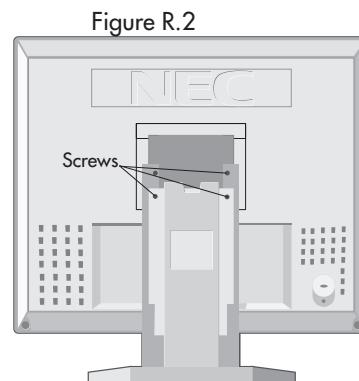

Figure R.2
NOTIZ: Für leichte Entfernung des Kabels decken Sie oder Signal-Kabel, setzen Sie den Monitor-fac hinunter (**Figure R.2**).
3. Stelle-Monitor-Gesicht entlang auf ein nicht-scharfe Oberfläche (Stelle der Bildschirm auf einem 32 mm Plattform damit Loch von Einstellung-Wettkampf, Lage zu schrauben). (**Figure R.2**).
4. Entfernen Sie die 4 Schrauben, die den Monitor zur Einstellung verbinden, und hebt von der Einstellung-Versammlung (**Figure R.2**) der Monitor ist jetzt bereit für das Besteigen in einer anderen Art.